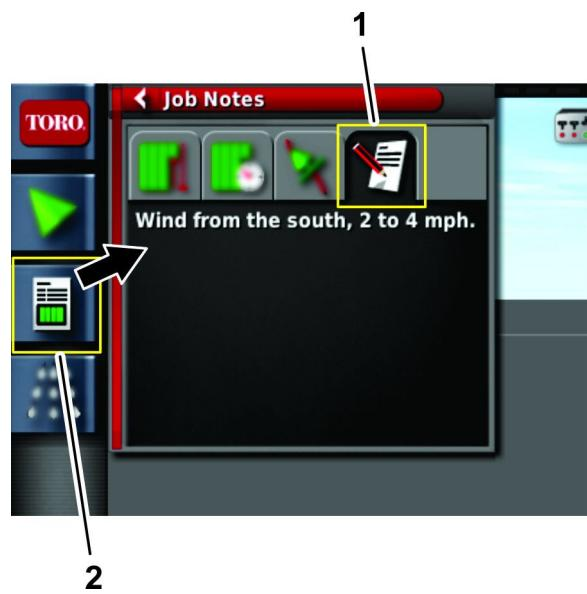

Figura 87
2. Pulse el icono Notas de trabajos (Figura 87).
1. Abra el icono Información de trabajos (Figura 87).